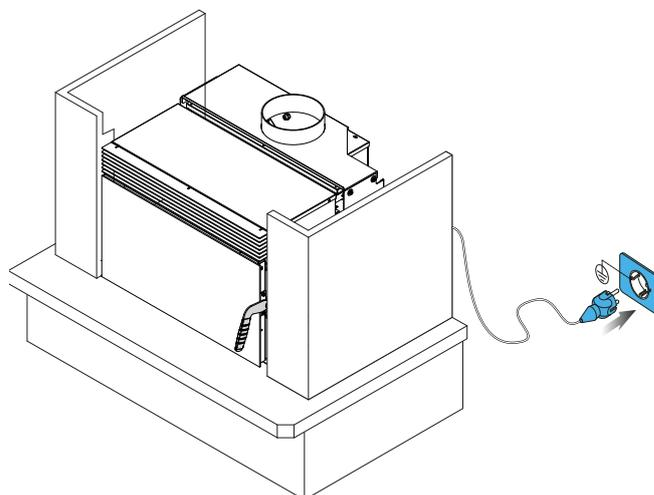

fig. 6.1.15
- 15) Prevedere una predisposizione per la rete elettrica sul retro dell'inserto e collegare il cavo di alimentazione (fig. 6.1.15).